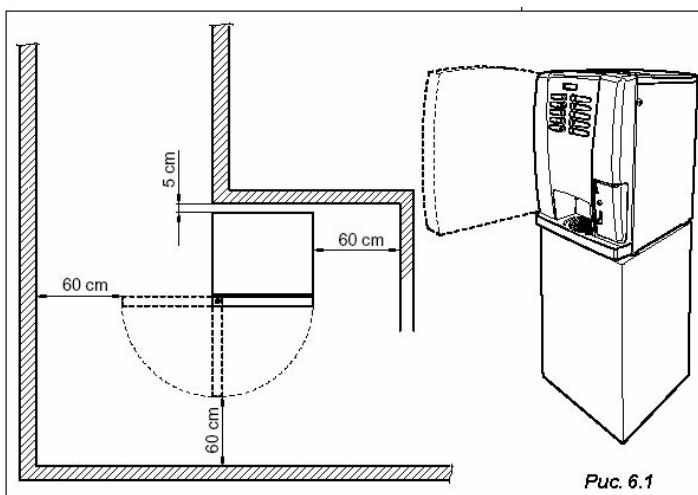

Рис. 6.1
- В случае установки торгового автомата около стены, минимальный промежуток между стеной и автоматом должен составлять 5 см (Рис. 6.1), такой промежуток обеспечивает достаточную вентиляцию холодильного агрегата. Категорически запрещается накрывать автомат тканью или подобным материалом.
Если аппарат установлен в коридорах, которые служат эвакуационными проходами, убедитесь в том, что дверь автомата открывается так, что остается достаточно места для прохода (Рис. 6.1).